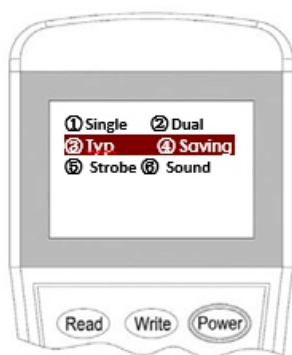

Figura 11
3. Insira “3” para o “Typical Mode” ou “4” para o “Saving Mode” e pressione “Write” para alterar a configuração (Figura 11).